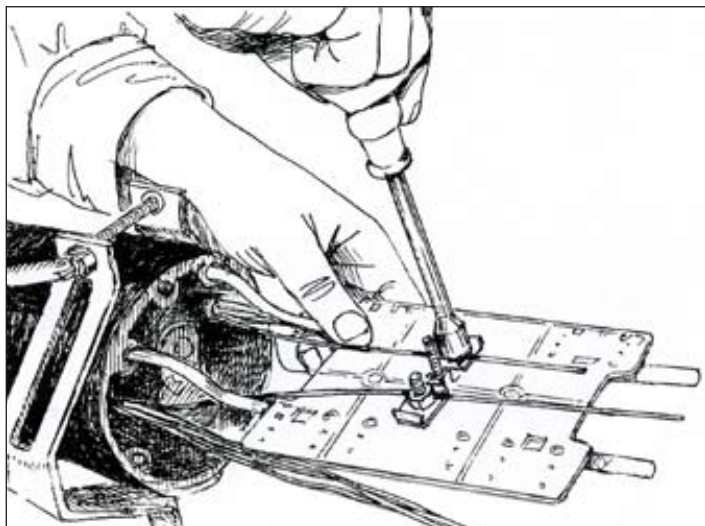

Рисунок 4.15 – Крепление ЦСЭ
4.9 Закрепить ЦСЭ обоих ОК между скобой и пластиной в узлах крепления силовых элементов сердечника ОК на обратной стороне кассеты для ОМ с помощью гаек (рис. 4.15), пользуясь торцовым ключом $S=10$ мм. Излишек ЦСЭ обрезать на расстоянии 10 мм от места зажима.